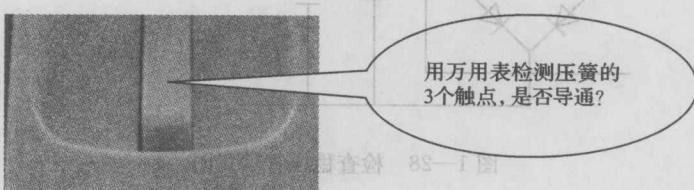

图 1-23 检查压簧示意图
(2) 检测压簧的 3 个触点 其示意如图 1-23 所示。